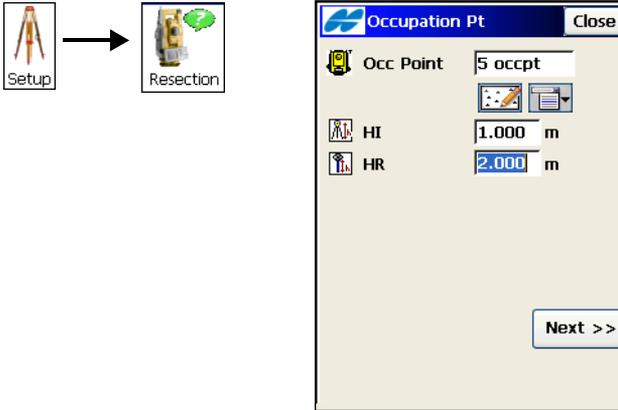

Abbildung 8-39. Standpunkt
2. Tippen Sie auf **Stationierung** ▶ **Freie Stationierung** (Abbildung 8-39 auf Seite 8-40). Die Funktion steht auch im Fenster *Stationierung* zur Verfügung. Wählen Sie **Stationie-**